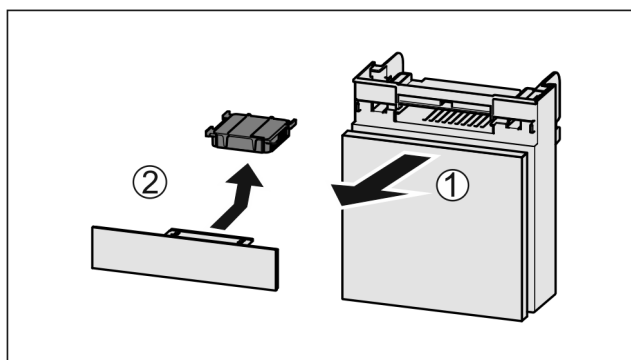

Fig. 48
- Vytiahnite zásuvku smerom dopredu Fig. 48 (1).
- Vyberte aktívny uhlíkový filter Fig. 48 (2).